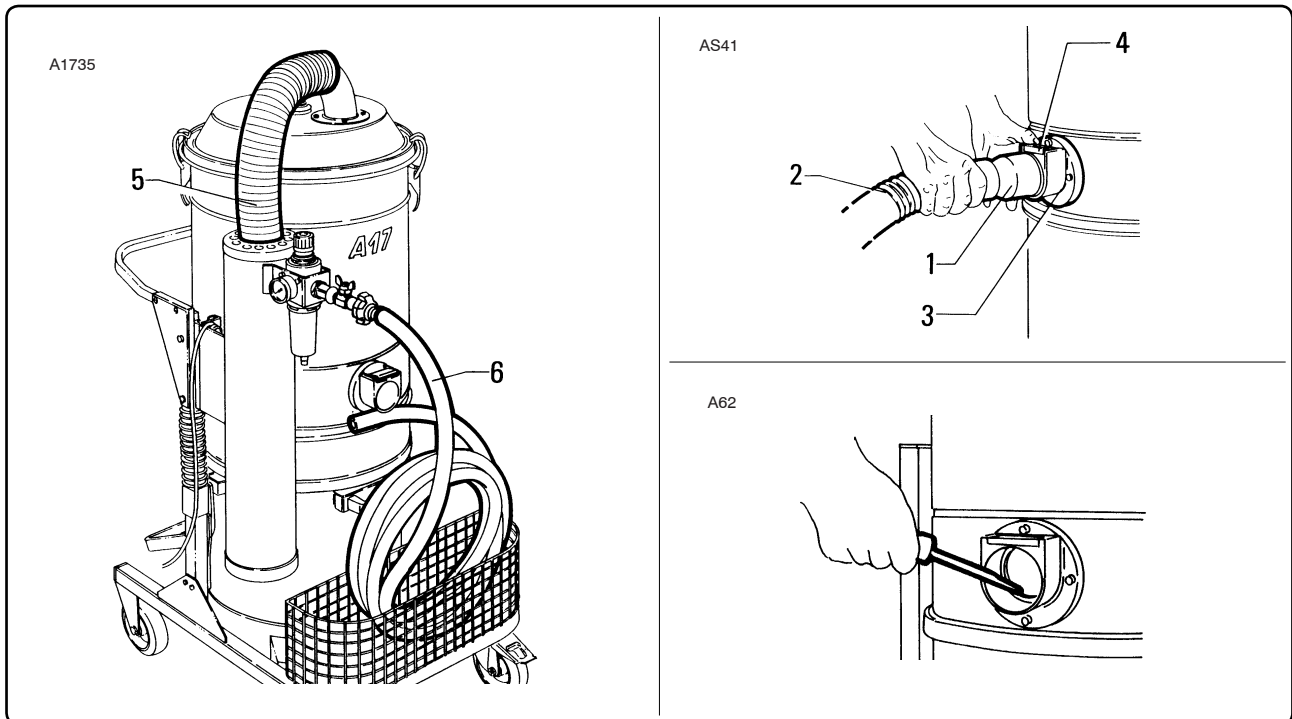

Fig. 7.5.9
7.5.7 - Controllo integrità delle tubazioni (fig. 7.5.9)
7.5.7 - Checking the condition of the pipes (fig. 7.5.9)
7.5.7 - Contrôle de l'intégrité des tuyauteries (fig. 7.5.9)
7.5.7 - Control de la integridad de los tubos (fig. 7.5.9)
Per smontare il tubo "2" è sufficiente premere il piastrino "4" presente sul bocchettone "3" come indicato in fig. 7.5.9.
Quando vengono trattati materiali collosi, controllare le possibili occlusioni che possono intervenire lungo il tubo "2", nel bocchettone "3" e sul deflettore presente nella camera filtrante. Per la pulizia raschiare dall'esterno del bocchettone e rimuovere il materiale depositato come indicato in fig. 7.5.9.
To remove pipe "2", just press plate "4" on outlet "3" as indicated in fig. 7.5.9.
Scrape outside the outlet and remove the deposited waste as indicated in fig. 7.5.9.
Pour démonter le tuyau "2" il suffit d'appuyer sur le verrou "4" de l'embouchure "3" comme indiqué dans la fig. 7.5.9.
Pour le nettoyage racler de l'extérieur de l'embout et enlever la matière qui s'est déposée comme indiqué dans la fig. 7.5.9.
Para desmontar el tubo "2" basta apretar la placa "4" de la boca "3" como se indica en la fig. 7.5.9.
Para la limpieza raspar desde el externo de la boca y quitar el material depositado como se indica en la fig. 7.5.9.